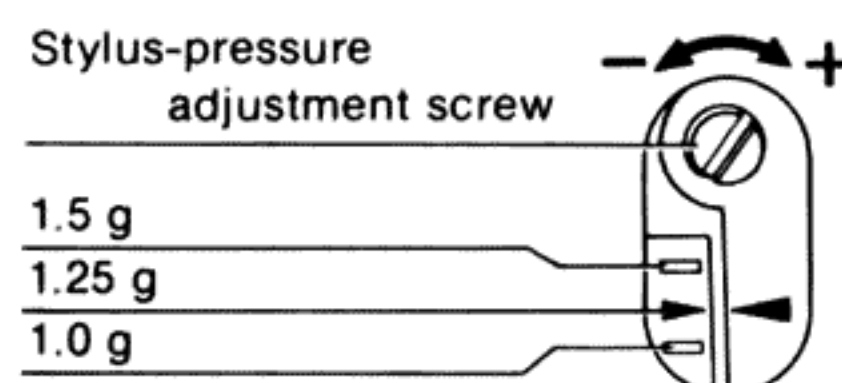

Fig. 11
## Adjustment for the stylus pressure (See Fig. 11.)
**Justieren Sie die Auflagekraft in dem folgenden Fällen (Siehe Abb. 11.)**
## Mettre au point la force verticale d'appui de la pointe de lecture dans les cas suivants. (Voir Fig. 11)